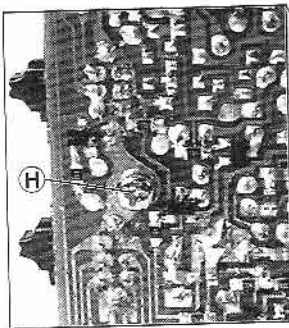

Fig.9
- Schraube (H) (Fig.9) herauserschrauben.
- Undo screw (H) (Fig.9).